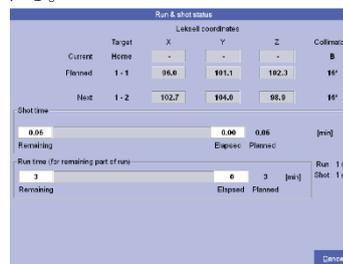

図 3 : 照射内容を示すオペレータモニター画面
- オペレータコンソール上のスタートボタンを押すと遮蔽扉が開き、トリートメントテーブルが照射位置に移動する。スタートボタンとイネイブルボタンを同時に押して照射を開始するとオペレータモニター (図 3) に照射経過時間、コリメータの状況等が表示される。